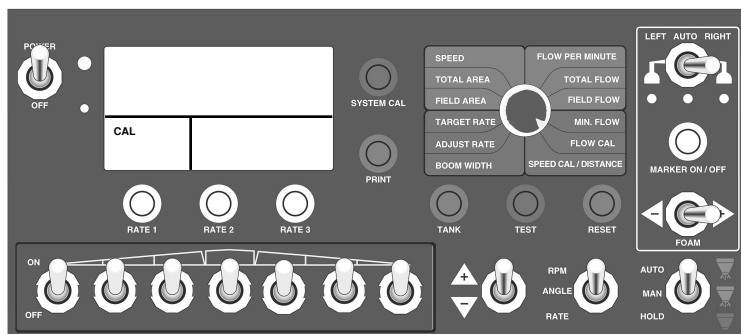

Fig. 8.2
2. Tournez le bouton rotatif à l'une ou l'autre des six positions (ROUGES) de calibrage. La console affichera CAL et l'avertisseur lumineux clignotera. Voir la Figure 8.2.